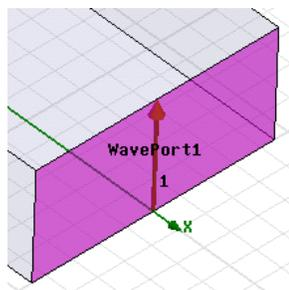

Рис. 7.15. Назначение начальной и конечной точки импедансной линии порта *WavePort1*
7. Выберите конечную точку  $(2, 0, 0.4)$  щелкая точку центра сверху на плоскости (рис. 7.15). Вновь появляется окно **Wave Port**.